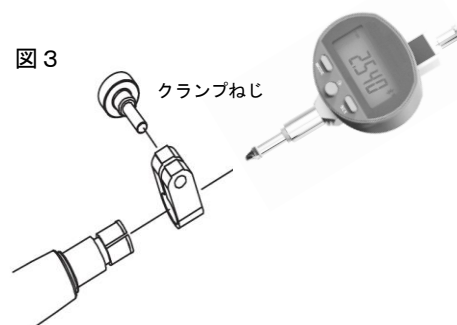

図3
- 2) 少なくとも 0.3 mm 以上押し込んだ状態まで差し込み、クランプねじを締め、インジケータを固定します。(図3)